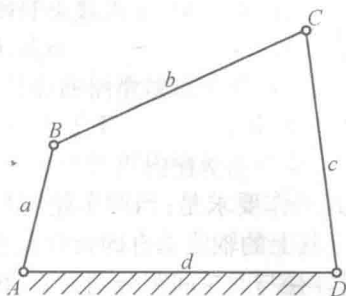

图3 铰链四杆机构
1. (12 分) 在图 3 所示铰链四杆机构中, 已知: $a = 100 \text{ mm}$, $b = 300 \text{ mm}$, $c = 200 \text{ mm}$, 其中 a 为最短杆。试分析回答: